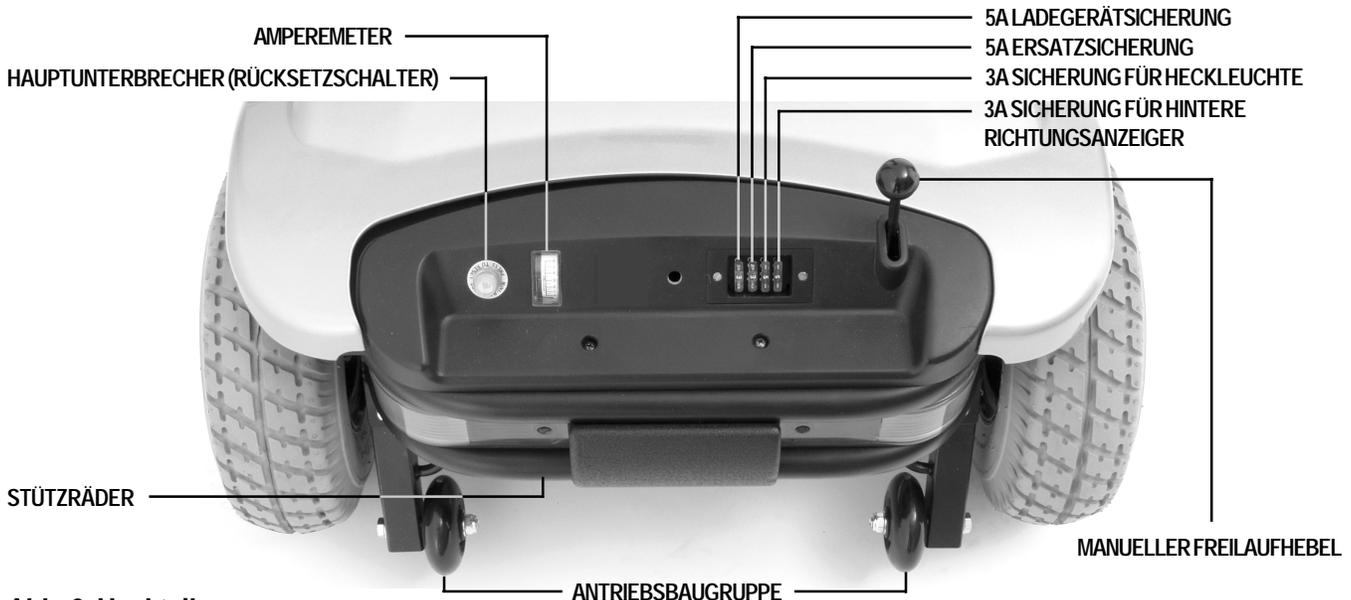

Abb. 6. Heckteil
Der Hauptunterbrecher (Rücksetzschalter), das Amperemeter, der manuelle Freilaufhebel, die Stützräder, die Hecksicherungen und der Antrieb befindet sich im Heckteil Ihres Legend. Siehe Abb. 6.
Bei einer zu niedrigen Batteriespannung oder bei der Überlastung des Elektromobils durch schwere Last oder zu große Steigungen, ist ein Auslösen der Hauptunterbrecher möglich, um Motor und Elektronik vor Schäden zu schützen. Siehe Abb. 6.
- Der manuelle Freilaufhebel befindet sich am Ende der Antriebsbaugruppe, rechts am Heck Ihres Legend. Siehe Abb. 6.